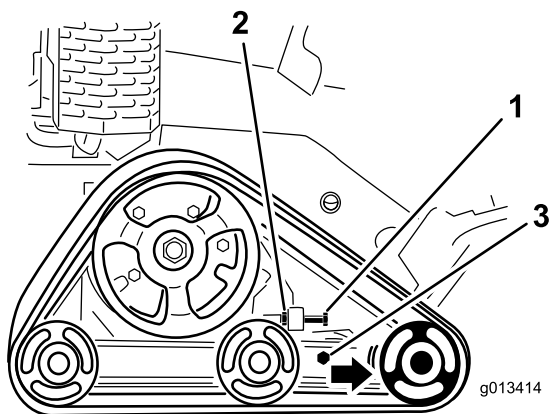

図 43
3. クローラのテンションボルトとテンションアームのクランプボルトのジャムナットをゆるめる 図 43。
4. テンションボルトを 32.5-40 N·m (3.3-4.2 kg·m = 24-30 ft·lb) にトルク締めする 図 43。
- テンションボルトとジャムナットをゆるめる 図 43。
- クランプボルトをゆるめる 図 43。